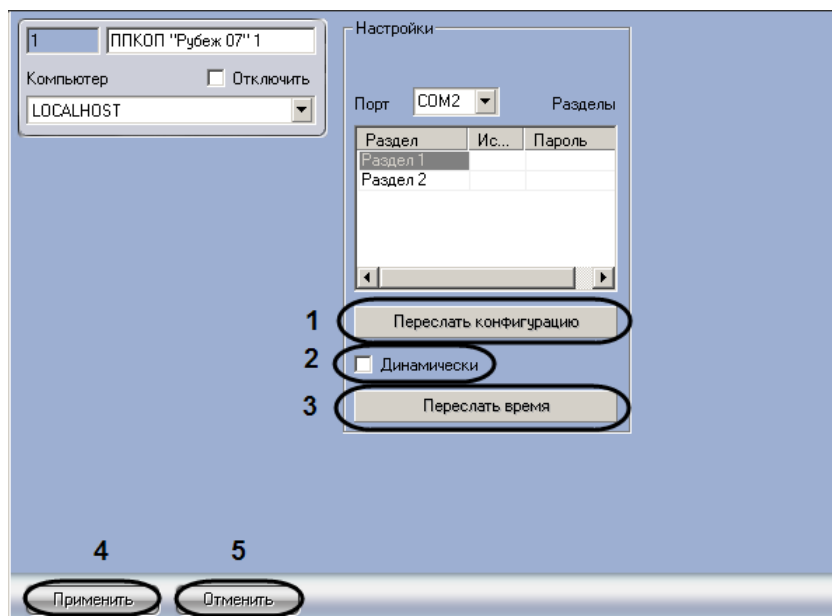

Рис. 3.7-1 Запись конфигурации в прибор Рубеж-07
1. Перейти на панель настроек объекта ППКОП «**Рубеж 07**» (Рис. 3.7-1).
2. Для записи конфигурации в прибор *Рубеж-07* необходимо нажать кнопку **Переслать конфигурацию** (см. Рис. 3.7-1, **1**).
3. Установить флажок **Динамически**, если необходимо, чтобы изменения в конфигурации автоматически записывались в прибор *Рубеж-07* (см. Рис. 3.7-1, **2**).
4. Для синхронизации времени прибора *Рубеж-07* и Сервера необходимо нажать кнопку **Переслать время** (см. Рис. 3.7-1, **3**).
5. Для сохранения изменений нажать кнопку **Применить** (см. Рис. 3.7-1, **4**).
Примечание. Для отмены внесенных изменений необходимо нажать кнопку **Отмена** (см. Рис. 3.7-1, **5**).